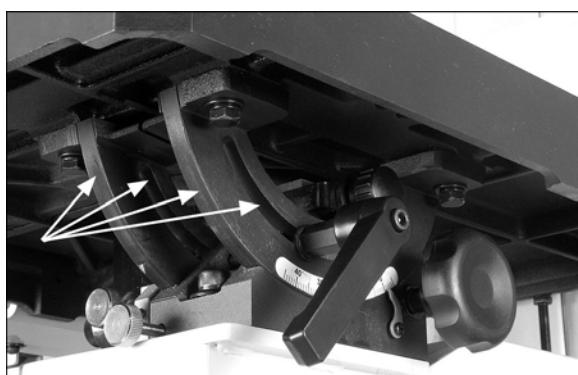

Рис. 44.
2. Смажьте трещиющиеся поверхности поворотной опоры стола (Рис. 44).